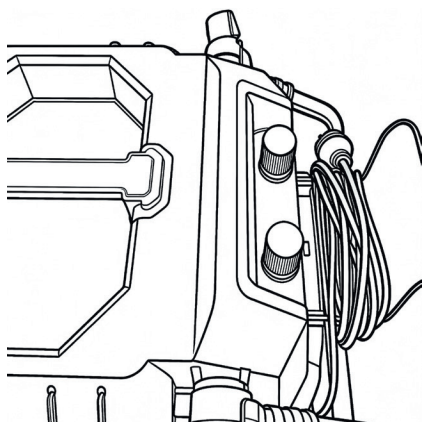

Рис. 18
- Аккуратно смотайте сетевой кабель (рис. 18).